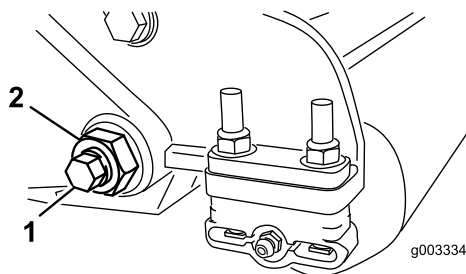
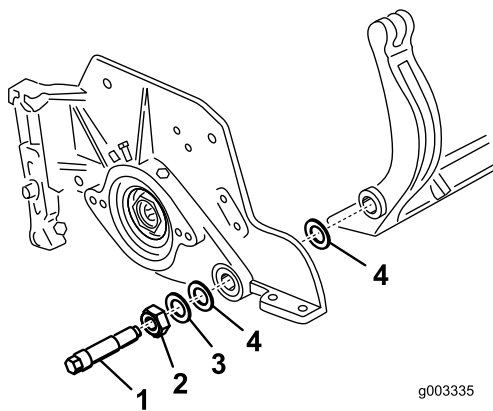

Рисунок 31
Рисунок 32
3. С каждой стороны машины ослабьте контргайку, крепящую болт планки неподвижного ножа (Рисунок 31).
4. Отверните все болты планки неподвижного ножа, чтобы можно было потянуть планку вниз и снять с болта машины (Рисунок 31). Помните о наличии двух нейлоновых шайб и одной штампованной стальной шайбы с каждой стороны планки неподвижного ножа (Рисунок 32).
4. На нейлоновые шайбы установите стальные шайбы (Рисунок 32).
Затяните болты неподвижного ножа с моментом от 27 до 36 Н•м. Затяните контргайки так, чтобы наружные стальные шайбы перестали вращаться и осевой люфт был устранен, но не перетягивайте и не деформируйте боковые пластины. На внутренней стороне пластин шайбы могут быть установлены с зазором (Рисунок 32).